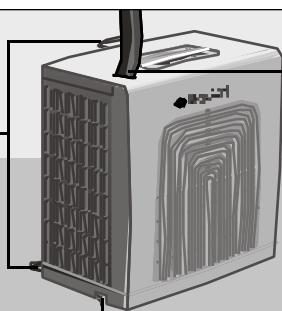

Fig. 2
- Assicuratevi che i tappi **N, Fig. 1 e C, Fig. 2** siano collocati bene, giacché possono cadere durante il trasporto.
Per occupare il minimo spazio possibile, la manichetta **B, Fig. 2**, è consegnata arrotolata. Quando preparate l'apparecchio per l'uso, il fabbricante consiglia anzitutto di srotolare i riccioli della manichetta con attenzione.
- ❑ Nell'eventualità di trasportare soltanto l'unità esterna, staccate prima l'apparecchio, estraete il tappo **C**, Fig. 2 dell'unità esterna, inclinate la leggermente e svuotate l'acqua residua che eventualmente ci sia nel suo interno.
- Assicuratevi che l'unità esterna sia collocata in posizione orizzontale, altrimenti potrebbe gocciolare acqua dalla base. Per farlo, utilizzate l'astina distanziatore inferiore, vedasi A Fig. 2.